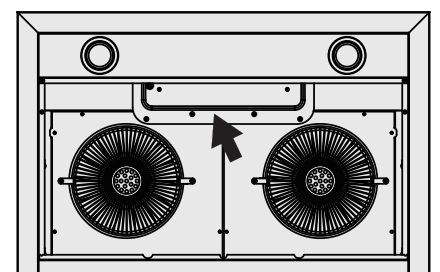

Figure 6
- **AVERTISSEMENT : TOUS LES CONNECTEURS DOIVENT ÊTRE EN FERMÉS DANS LE CIRCUIT IMPRIMÉ (voir figure 6).**